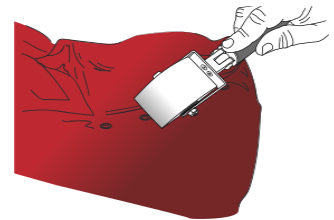

Abbildung 09
- › Danach mit dem ROLLRIV-Roller (Abb. 09) über die Folie fahren, um diese auf der gesamten Nietenfläche anzubringen. Anschließend ist die Folie um die Niete herum mit der Rakel oder mit dem Daumen anzudrücken.